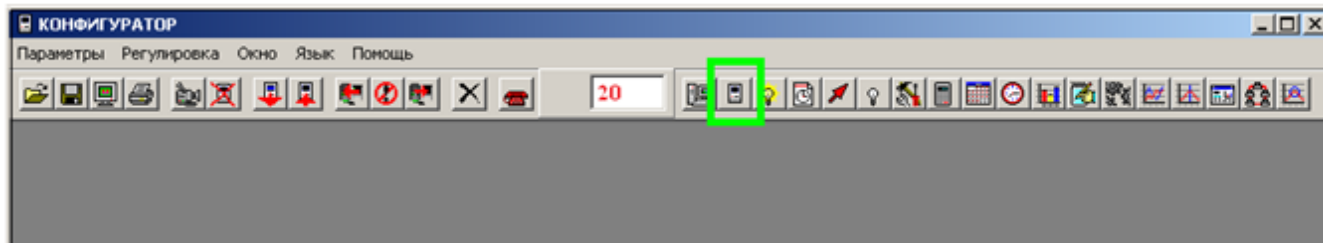

Рисунок 5.3 – Кнопка Параметры и установки
5.1.9 Нажать кнопку  **Параметры и установки** на панели инструментов (см. рисунок 5.3).